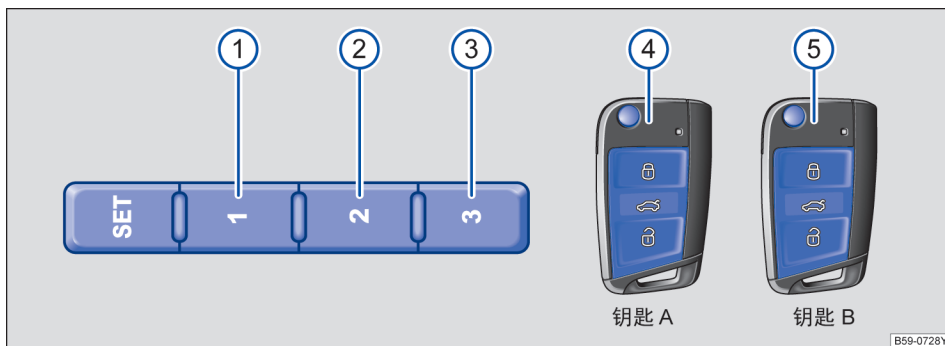

图 86 记忆位置图示
记忆座椅一共可以存储五个位置，座椅的记忆按钮可存储三个不同位置 ①、② 和 ③，两把遥控钥匙可分别绑定位置 ④ 和 ⑤ → 图 86。
- 按压按钮 **SET** → 图 86。
- 在 10 秒钟内按压需要设置的记忆按钮 ①、② 或 ③。一个声音信号确认存储于该记忆按钮的位置设置成功。